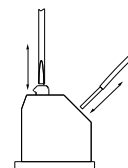

fig.1
- Serrer le chapeau du PE sur un tour environ (fig.1)